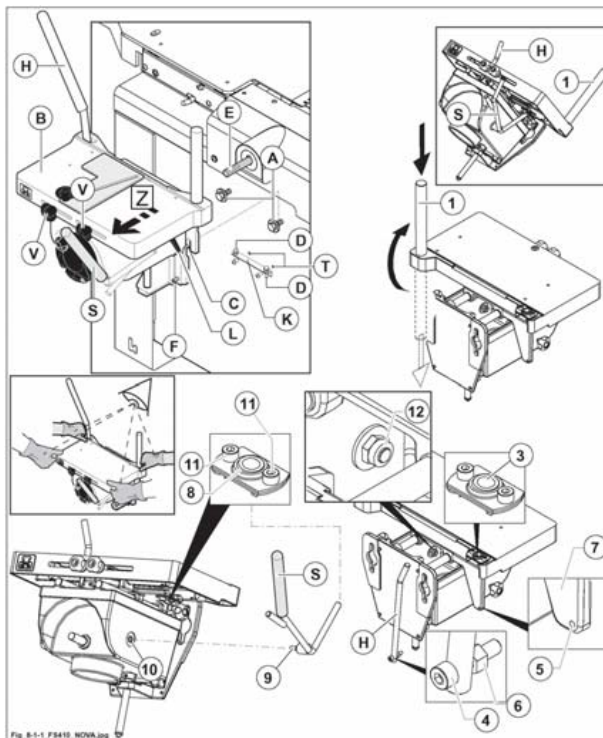

Fig. 8.1-1
Traslare il piano nel senso della freccia Z e bloccarlo serrando la leva (L fig. 8.1-1) (mandarlo prima in battuta); spingere in battuta i due perni laterali e serrare i 2 pomelli (V fig. 8.1-1).
quando è fornito a corredo, provvedere al montaggio dell'angolare (K fig. 8.1-1) utilizzando gli appositi fori (T fig. 8.1-1).
- 1) Predispore le viti (A fig. 8.1-1) e relative rondelle sul basamento della macchina.
- 2) Sollevare la cavatrice (B fig. 8.1-1) e inserire la slitta (C fig. 8.1-1) a coda di rondine sulle teste delle viti (A fig. 8.1-1).
- 3) Montare le leve di comando (H e S fig. 8.1-1).
Leva (S fig. 8.1-1):
- la leva (S fig. 8.1-1) viene parzialmente montata in fabbrica inserendone un'estremità nel giunto (8 fig. 8.1-1);
- allentare le viti (11 fig. 8.1-1);
- inserire il perno (9 fig. 8.1-1) nel foro (10 fig. 8.1-1);
- serrare le viti (11 fig. 8.1-1);
- serrare il dado (12 fig. 8.1-1) lasciando il minor gioco possibile.
Leva (H fig. 8.1-1):
- inserire la leva (H fig. 8.1-1) nel giunto (3 fig. 8.1-1);
- avvitare la vite (4 fig. 8.1-1) nel foro (5 fig. 8.1-1) in modo che la leva (H fig. 8.1-1) abbia il minor gioco possibile;
- serrare il dado (6 fig. 8.1-1) sul particolare (7 fig. 8.1-1).
- 4) Avvitare le viti (A fig. 8.1-1) fino ad unire la cavatrice al basamento e registrare il parallelismo del piano rispetto la punta (E fig. 8.1-1) (vedi "Punte per mandrino - montaggio" par. 8.1.2) agendo sulle viti (D fig. 8.1-1) e sui quattro grani (F fig. 8.1-1).
- 5) Verificare la corretta registrazione spostando il piano trasversalmente e serrare le viti (A fig. 8.1-1).
- 6) Assicurarsi che i quattro grani (F fig. 8.1-1) siano in appoggio sul basamento.
- 7) Riposizionare il perno (1 fig. 8.1-1), supporto del pressore, come mostrato in figura.